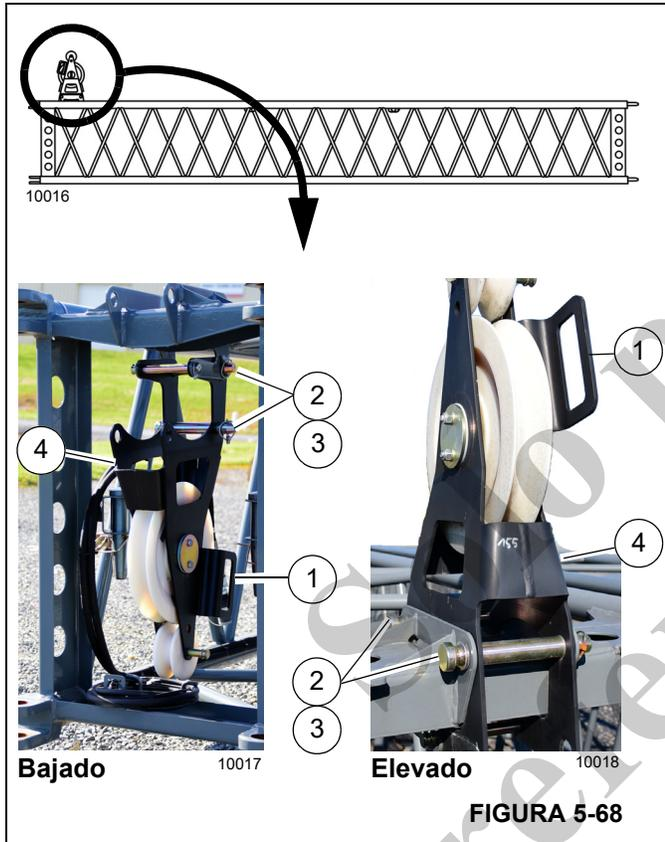

FIGURA 5-68
- a. Sostenga el mango (1, Figura 5-68) y retire las pinzas de retención (2) y los pasadores (3).
- b. Coloque el conjunto de la polea del mástil (4) en la posición elevada. Alinee los orificios.
- c. Instale los pasadores (3). Fije con las pinzas de retención (2).